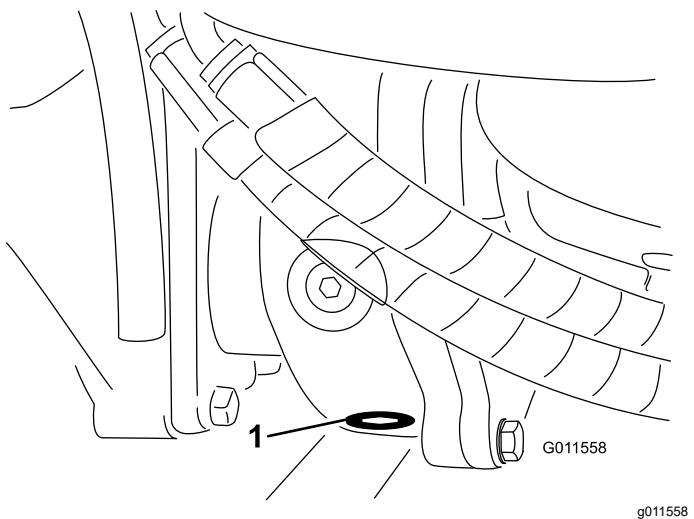

Bild 108
5. Reinigen Sie den Bereich um die Ablassschraube an der Unterseite des Getriebes (Bild 108).